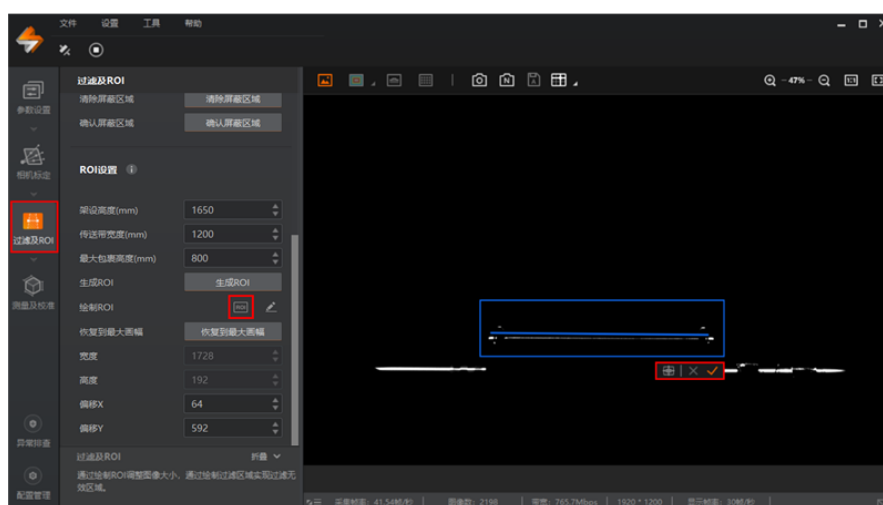

图3-29 绘制 ROI
- 手动绘制：单击“绘制 ROI”后的  绘制，右侧图像区域将显示一个矩形框，可以根据需求调整矩形框以改变图像大小，如图 3-29所示。